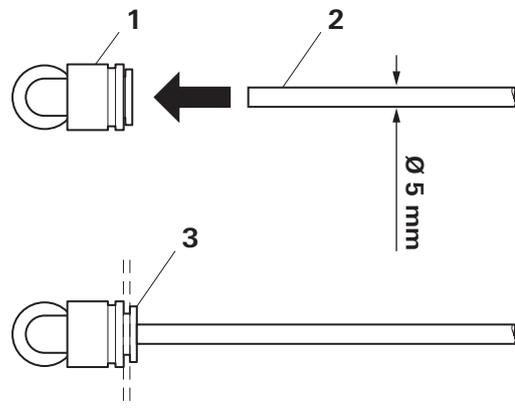

Abb. 45
- ▶ Kraftstoffleitung an der Tankarmatur befestigen und ablängen (Abb. 45).